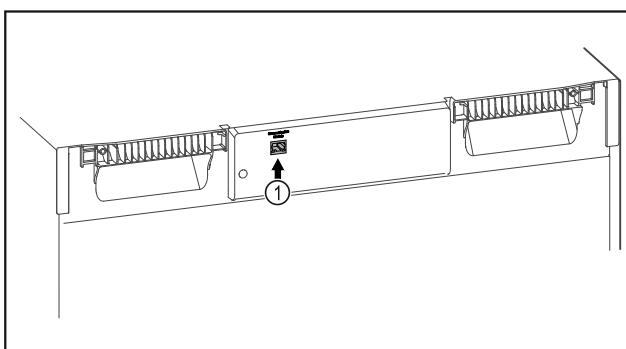

Fig. 140
- Se utiliza SmartModule Fig. 140 (1).